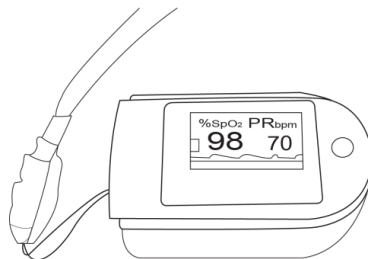

Figura 4
B. Pase el otro extremo a través del primero y entonces tire de él (referirse a la Figura 4).
- B. Abra la pinza según se muestra en la Figura 4.